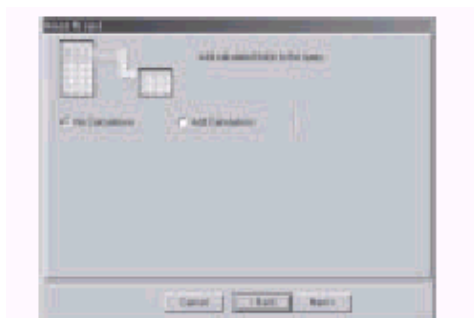

Fig. 8-7 Selección de los Campos de Cálculo
2.5 Seleccione los Campos de Agrupamiento como en la Fig. 8-7. No Grouping significa campos sin agrupamiento y Select Grouping Field significa agregar campos de agrupamiento. Luego haga clic en **Next**.